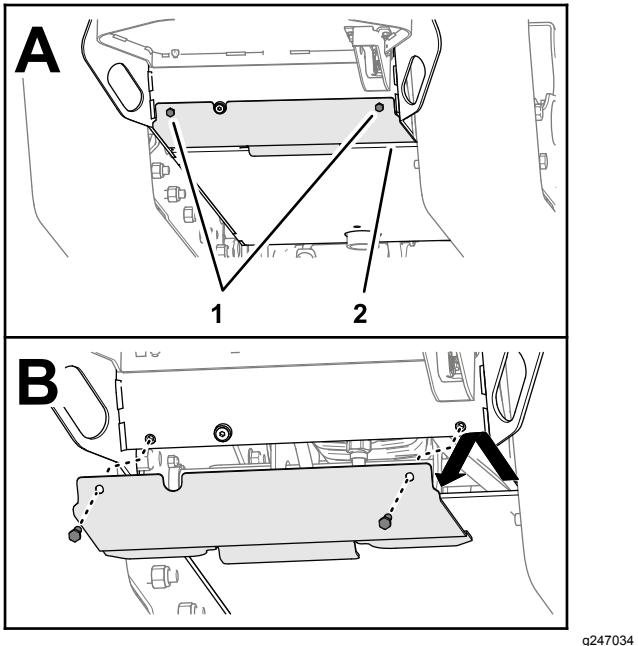

**Figure 2**
- Déposez le couvercle avant (Figure 2).